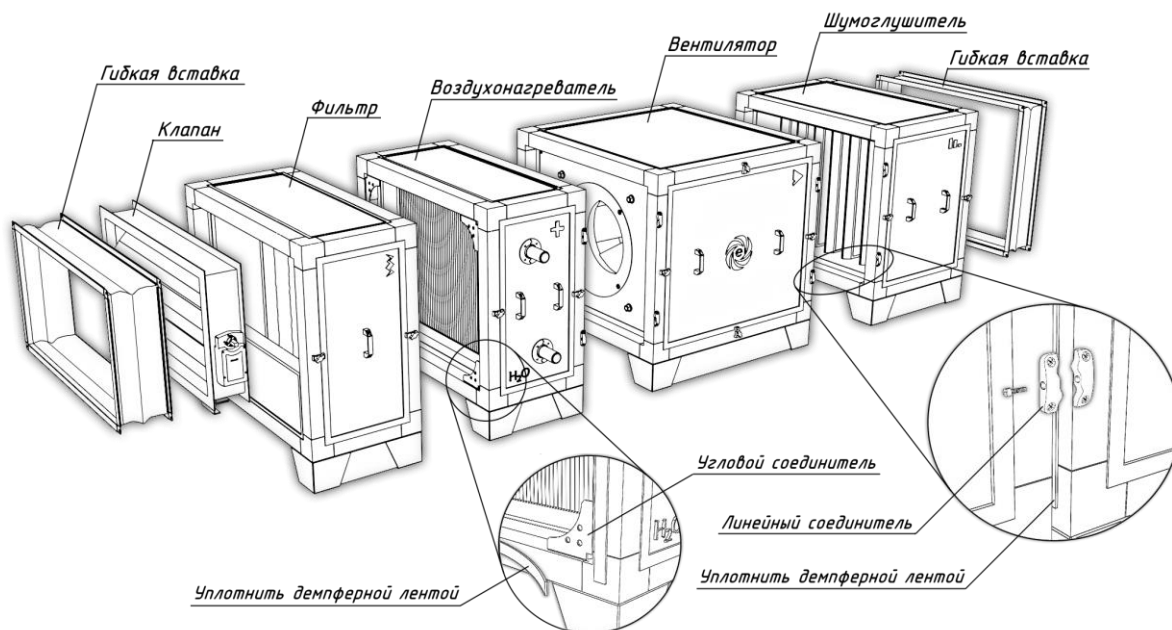

Рис.8. Типовая сборочная схема
9. Соединение блоков установки в подвесном или напольном исполнении производится согласно типовой сборочной схеме (рис.8).
12. При стягивании двух блоков на линейный соединитель (рис.8), уплотнить место смыкания блоков демпферной лентой, поставляемой в комплекте.
15. При стягивании двух блоков на угловой соединитель (рис.8), уплотнить место смыкания блоков демпферной лентой.